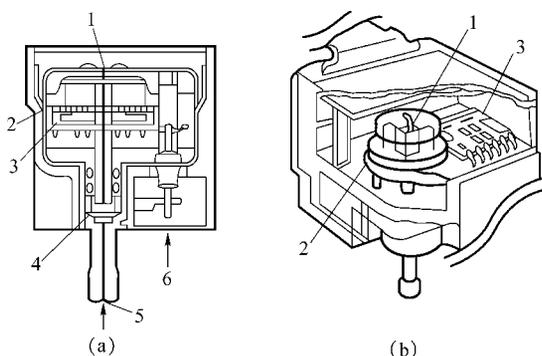

图5-64 进气压力传感器
(2) 进气压力传感器 进气压力传感器一端与大气接触，一端与进入进气支管中的空气接触。此传感器的主要元件是底面装有硼酸玻璃片的双层硅膜片和集成电路差动放大器。硅膜片的四周有4个传感电阻接成电桥，中间形成一个真空窗可感知压力变化并由电桥形成电压信号。经集成电路放大，作为正比于电压信号的进气管压力信号输送至电脑。其结构如图5-64所示。